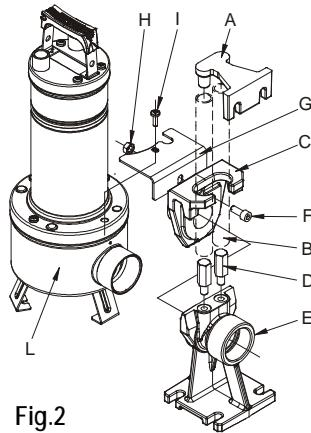

Fig.2
Para as instalações fixas aconselha-se a utilização do dispositivo de elevação DSD2 (disponível por encomenda - **Fig.2**) para facilitar as operações de manutenção na electrobomba. Inserido entre a boca de compressão da electrobomba e a tubagem evita, nas operações de manutenção, a desmontagem da tubagem de compressão. O dispositivo DSD2 é constituído por 8 detalhes, mais um não fornecido (tubos de 3/4"):
Retirar o parafuso superior da flange do lado da compressão (I). Montar o estribo anti-rotação (G). Voltar a montar o parafuso (I). Extrair a corrediça do pé de acoplamento e ligá-la com a boca de compressão da bomba. Utilizando o parafuso (F) e a porca (H) fixar a corrediça à bomba como indicado na figura. Voltar a posicionar o conjunto corrediça/bomba no pé (Fig.2).